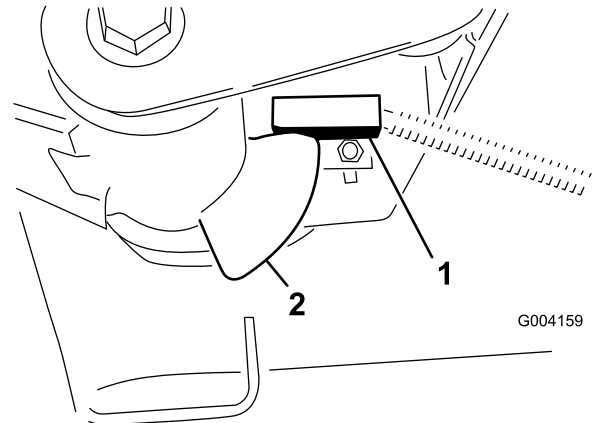

Bild 41
2. Der Hubarmschalter befindet sich unter dem Hydraulikbehälter hinter dem rechten vorderen Hubarm (Bild 41).
3. Lösen Sie die Befestigungsschrauben des Schalters (Bild 41) und schieben Sie den Schalter nach unten, um die Wendehöhe des Hubarms zu erhöhen, oder schieben Sie den Schalter nach oben, um die Wendehöhe des Hubarms zu verringern. Ziehen Sie die Befestigungsschrauben fest.